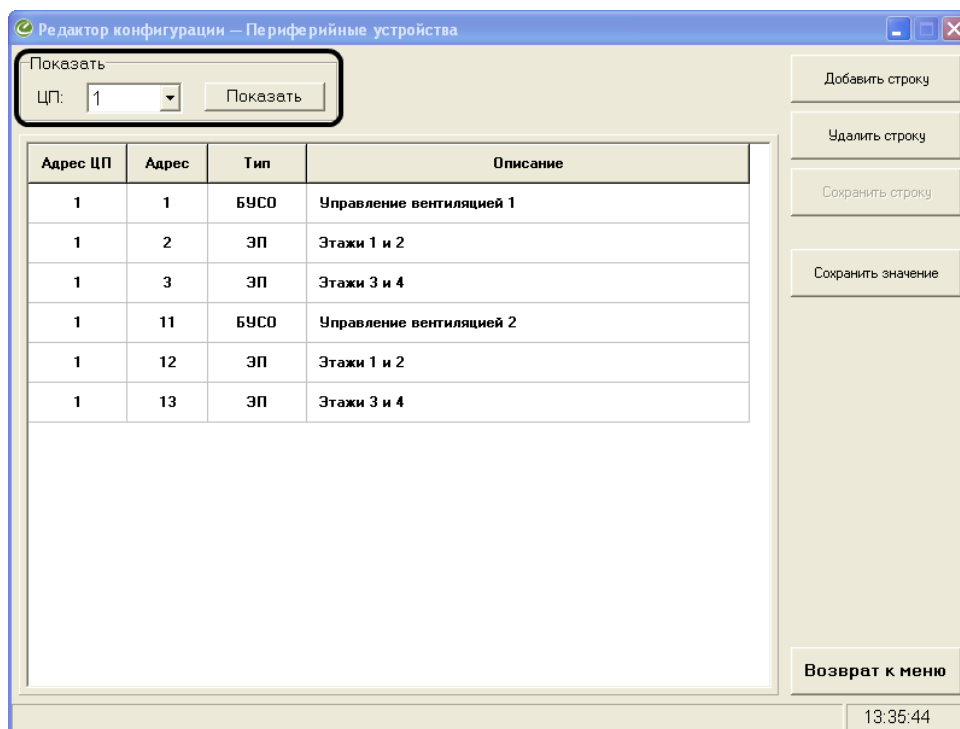

Рис. 2.3.2 — Окно «Список периферийных устройств».
2. Фильтр перечня устройств, позволяющий отобразить периферийные блоки и адресные извещатели, подключённые к центральному прибору с заданным адресом. Для установки фильтра выберите номер центрального прибора и нажмите кнопку «Показать» (рис. 2.3.2). Для возврата к устройствам, находящимся на всех центральных приборах, выберите в выпадающем списке пункт «Все ЦП» и нажмите «Показать».